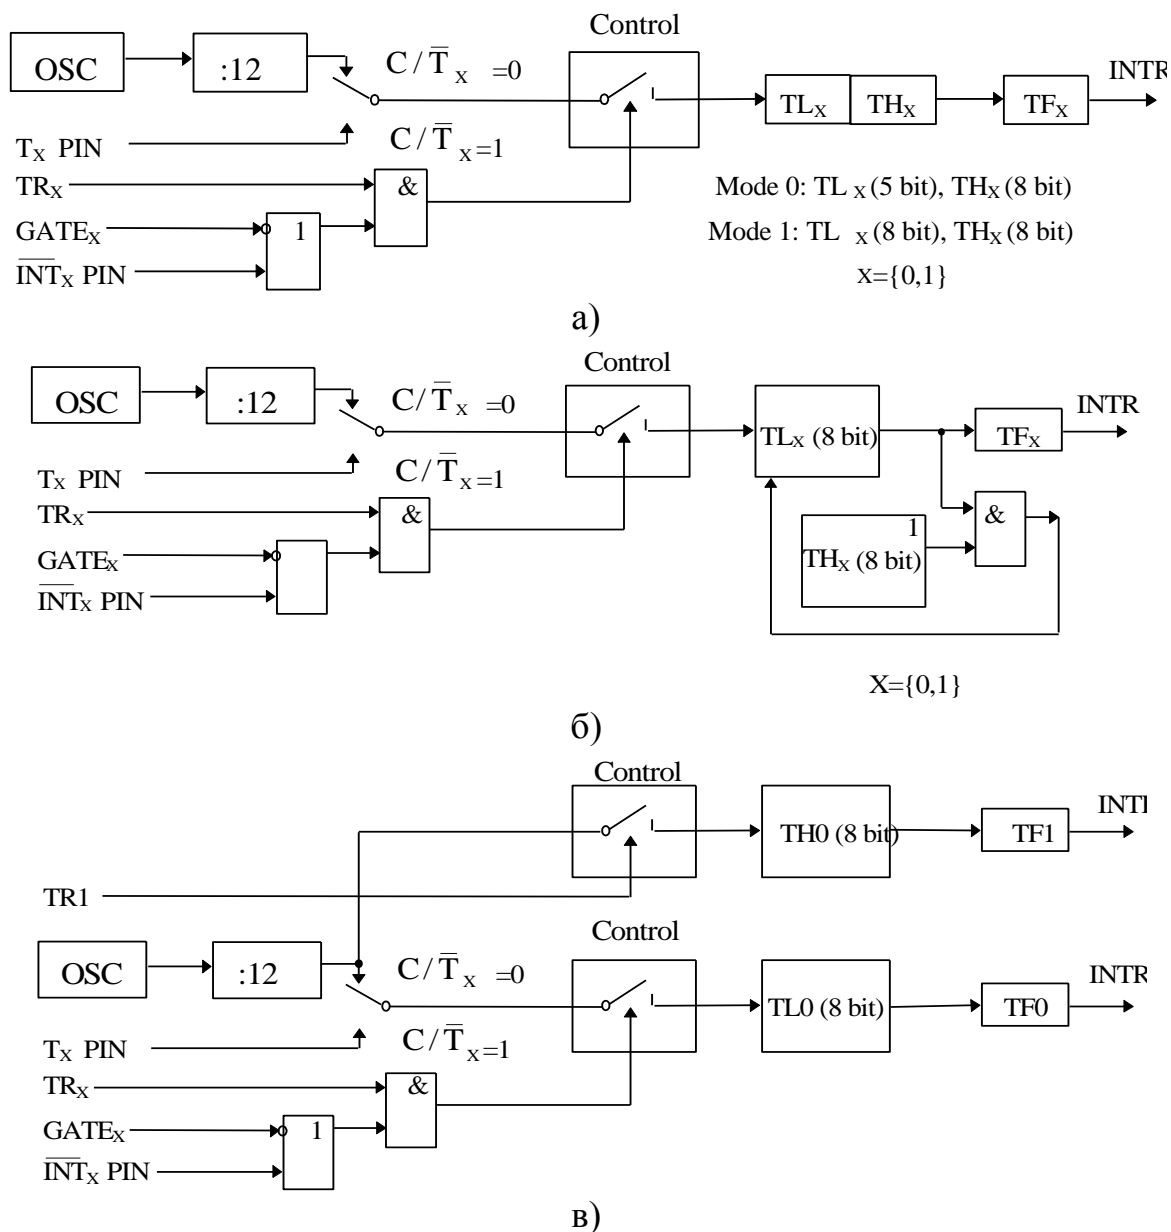

Рис. 12. Таймеры/счётчики T/C0 и T/C1 в режимах 0, 1, 2 и 3:
- **Режим 2.** В этом режиме работа организована таким образом, что переполнение (переход из состояния "все единицы" в состояние, "все нули") 8-битного счетчика TL1 приводит не только к установке флага TF1 (см. рис. 12,б), но и автоматически перезагружает в TL1 содержимое старшего байта (ТН 1) таймерного регистра, которое предварительно было задано программным путем. Перегрузка оставляет содержимое ТН1 неизменным. В режиме 2 T/C0 и T/C1 также работают совершенно одинаково.
- **Режим 3.** В режиме 3 T/C0 и T/C1 работают по-разному. T/C1 сохраняет неизменным свое текущее содержимое. Иными словами, эффект такой же как и при сбросе управляющего бита TR1 в 0. Работу T/C0 иллюстрирует рис. 12,в. В режиме 3 TL0 и TH0 функционируют как два независимых 8-битных счетчика. Работу TL0 определяют управляющие биты T/C0 (C/T, GATE TR0), входной сигнал INT0 и флаг переполнения TF0. Работу TH0, который может выполнять только функции таймера (подсчёт машинных циклов микро-ЭВМ), определяет управляющий бит TR1. При этом TH0 использует флаг переполнения TF1. Режим 3 используется в тех случаях, когда требуется наличие дополнительного восьми битного таймера или счетчика событий. Можно считать, что в этом режиме микро-ЭВМ 8051 имеет в своем составе три таймера/счетчика. В случае же, если T/C0 используется в